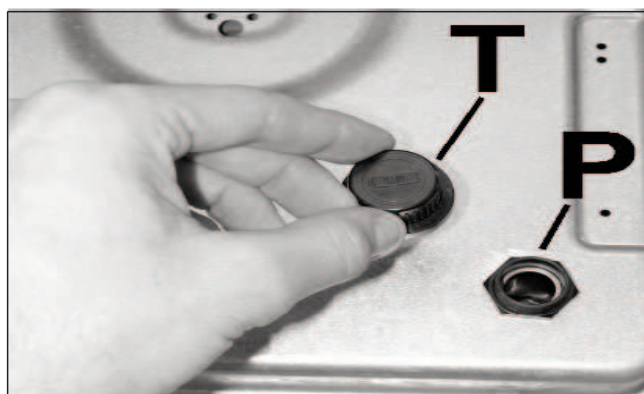

FIG. 12
- Desaparafusar a tampa da ignição "T" (ver fig. 12) e colocar uma a pilha de 1.5 V (não fornecida com o aparelho) com a polaridade "+" virada para baixo. Aparafusar de novo a tampa.